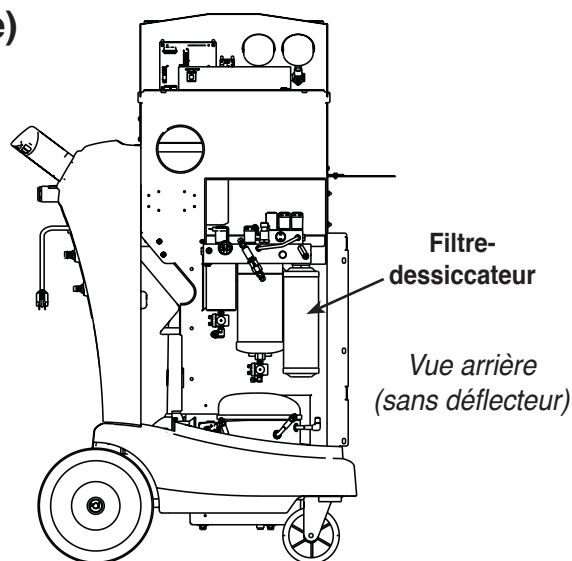

Figure 8
5. L'affichage indique **REPLACER LE FILTRE**. Ouvrez le panneau arrière de l'unité et dévissez le filtre usé. Reportez-vous à la Figure 8.